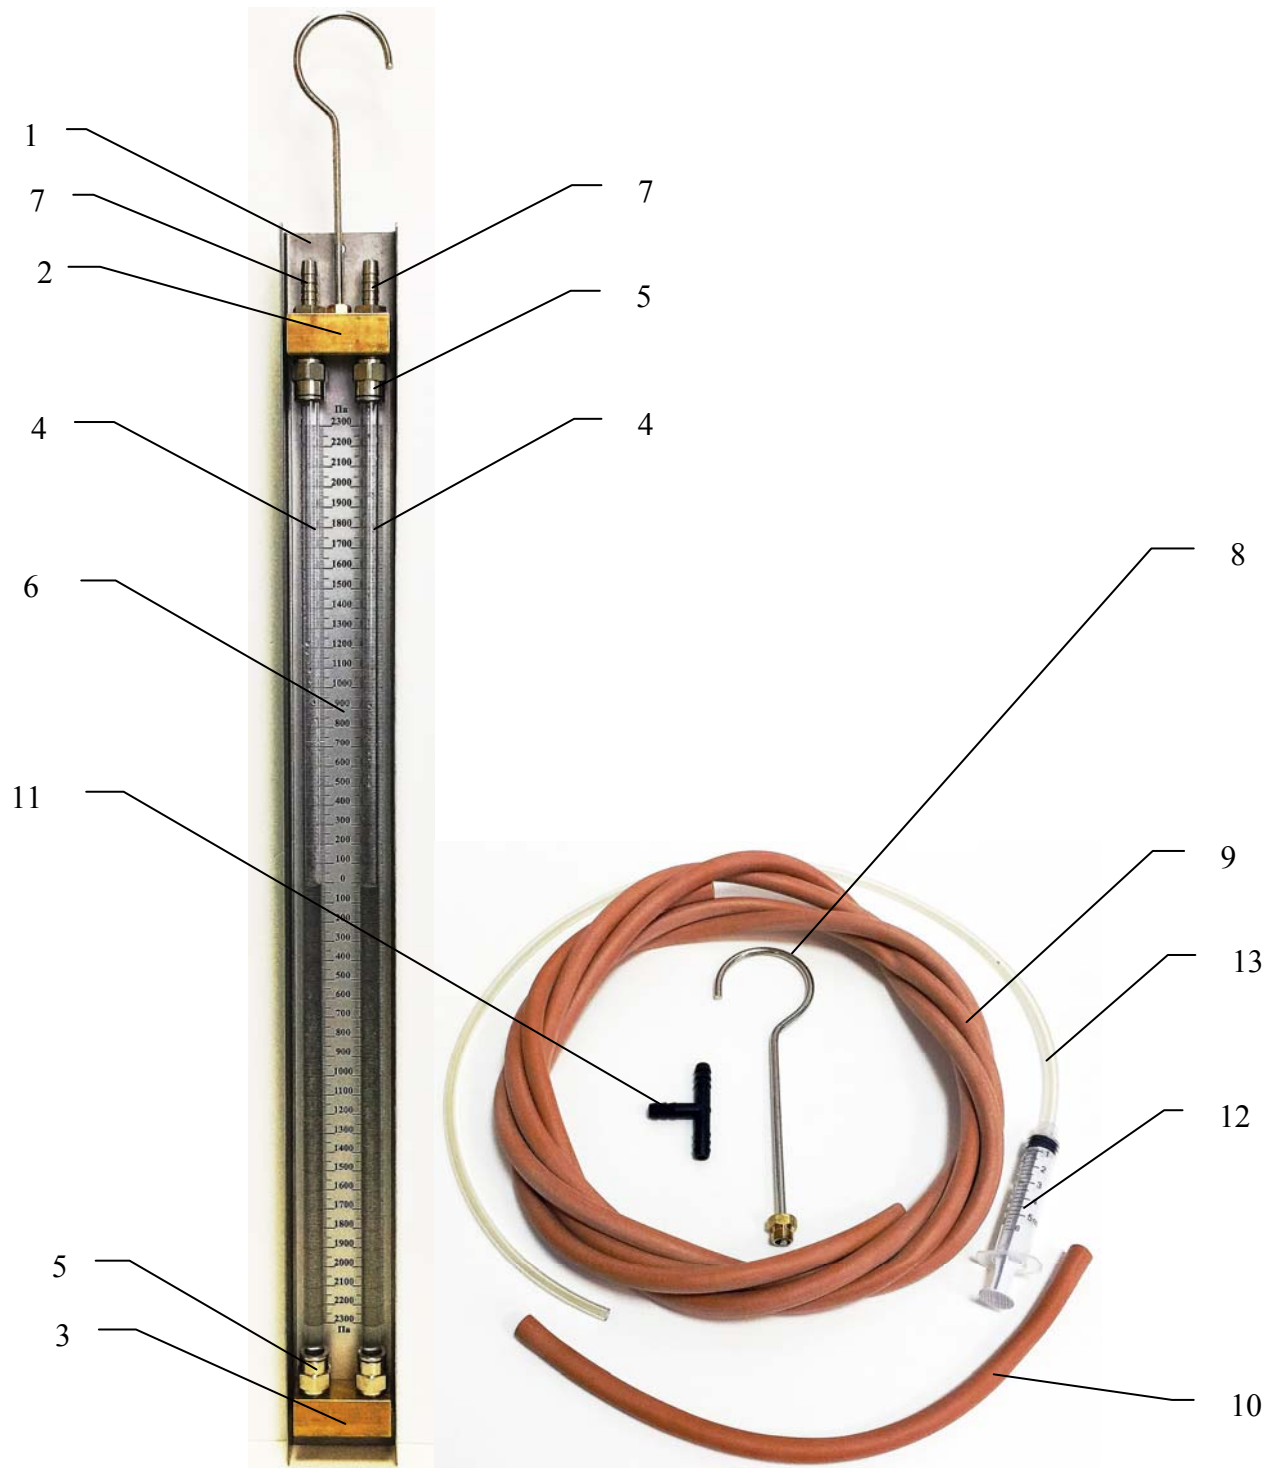
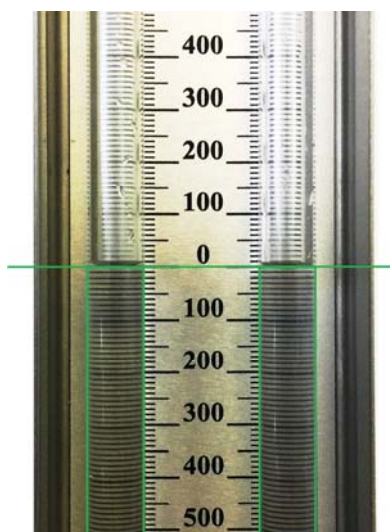

Рис.3 (конструкция Пьезометра)
Рис.4 (нулевой уровень)
5.1 Заправить смотровые трубки (рис.3, поз.4) **чистой водопроводной водой, в т.ч. дистиллированной**, с помощью заправочного шприца (рис.3, поз.12). Во избежание повреждения смотровых трубок не используйте в качестве рабочей спиртосодержащие жидкости и растворители на основе ацетона. Заправочный объем 25 мл. Необходимо залить порядка 4 полных объемов шприца и ещё несколько капель таким образом, чтобы **уровень рабочей жидкости был одинаковым в обеих смотровых трубках и находился строго на нулевой отметке** (рис.4). Слегка встряхнуть корпус несколько раз и/или постучать по нему пальцами, чтобы удалить воздушные пробки из смотровых трубок и нижнего коллектора. После этого при необходимости удалить излишек жидкости с помощью заправочного шприца и одетой на него заправочной трубки (рис.3, поз.13)
5.2 Во избежании погрешности измерений необходимо **спозиционировать корпус пьезометра (рис.3, поз.1) строго вертикально**. Для подвеса на откалиброванную с помощью гидроуровня (в комплект не входит) стену предназначены крепёжные отверстия в корпусе пьезометра. Для свободного вывешивания пьезометра, например на подкатной стойке, предназначен съёмный крюк (рис.3, поз.8), который необходимо вручную закрутить в резьбовое отверстие в верхнем коллекторе (рис.3, поз.2) и подтянуть рожковым ключом 11 мм (в комплект не входит) с небольшим усилием
5.3 На любой из штуцеров (рис.3, поз.7) натяните один конец соединительной трубки (рис.3, поз.9). Другой конец необходимо скоммутировать с измеряемым трубопроводом, применяя при необходимости штуцер Т-образный (рис.3, поз.11) или дополнительные адаптеры, в т.ч. SMC-119 (в комплект не входят)
5.4 Шкала пьезометра (рис.3, поз.6) размечена в Паскалях. При необходимости воспользуйтесь онлайн-конвертером давления для перевода полученного значения в удобные для диагностики единицы измерения, например в мм водного столба:
6.1 Для сохранения уровня рабочей жидкости в пьезометре постоянным, после работы с прибором соединительный шланг необходимо снять со штуцера и заглушить их оба с помощью трубки-заглушки (рис.3, поз.10), тем самым сведя испарение заправленной рабочей жидкости практически к нулю (рис.6). Перед началом работы проверяйте соответствие уровней рабочей жидкости в обеих смотровых трубках нулевой отметке и при необходимости добавляйте её в нужном количестве (см.п.5.1)